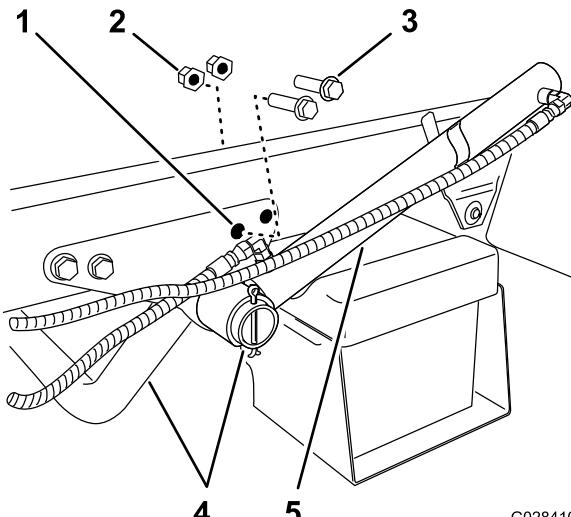

Figura 6
1. Rimuovete i 2 bulloni a testa flangiata posteriori e i 2 dadi di bloccaggio flangiati che fissano la staffa di supporto per il tubo del motore al telaio della macchina (Figura 6).
2. Ruotate il cilindro di sollevamento per avere spazio libero a sufficienza per installare la staffa di fissaggio per il telaio di supporto del serbatoio (Figura 6).